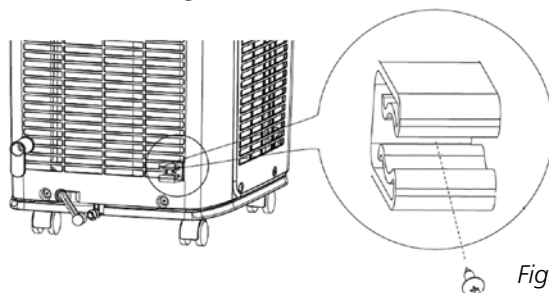

Figura 21
- 3** Montare il supporto G del tubo (vedere la figura 1) sul retro del climatizzatore (vedere la figura 21)